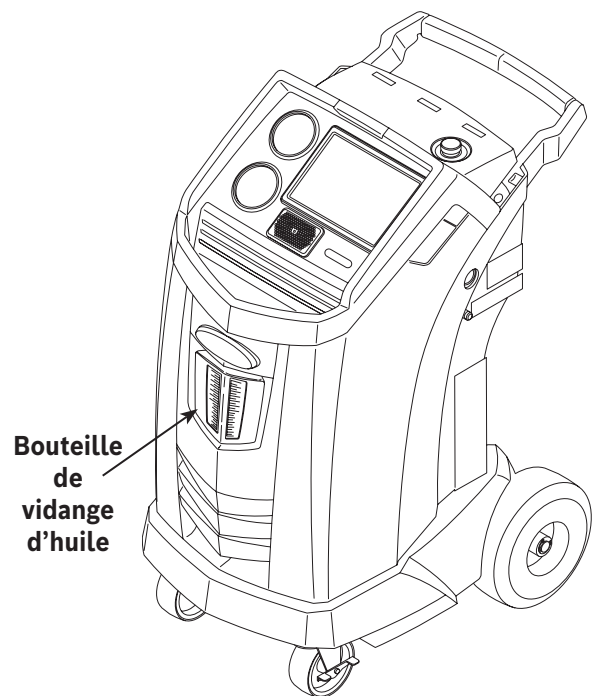

Figure 4
3. Enlevez la bouteille de vidange d'huile (voir Figure 4) de la machine Robinair. Videz la bouteille d'huile et éliminez l'huile conformément aux réglementations applicables. Réinstallez la bouteille de vidange d'huile sur la machine.